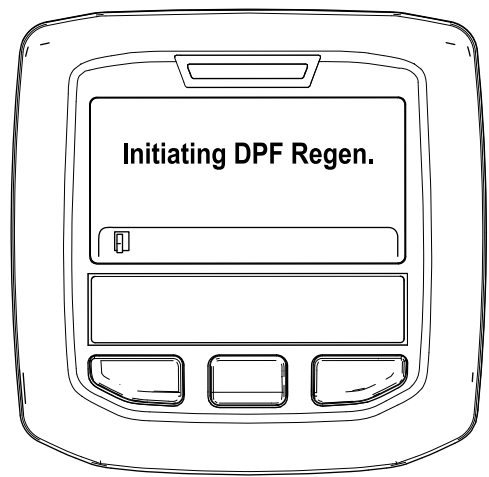

Figure 42
- A. Le message « Initiating DPF Regen. » (lancement régén. FAP) s'affiche (Figure 42).